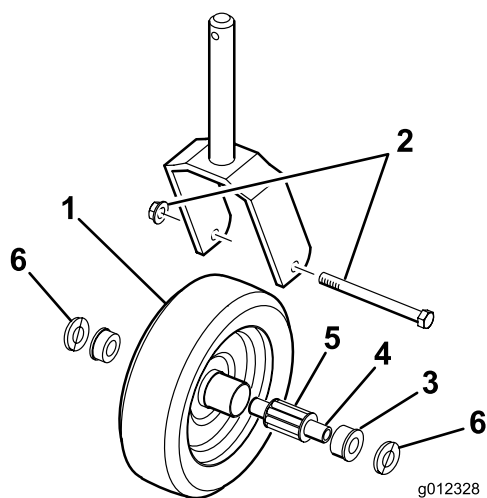

図 26
1. カスタホイール・アセンブリをカスタフォークに保持しているボルトからロックナットを外す（図 26）。カスタホイールをしっかりと握り、キャップスクリューをフォークから抜き取る。
2. ホイールのハブからスパンナブッシュを取り出す（図 26）。
- ホイールのハブからブッシュを外すとベアリングが落ちてくる (図 26)。ホイールハブの反対側からもブッシュを外す。
- ブッシュとホイールハブにスパナブッシュを注意深く挿入する (図 26)。